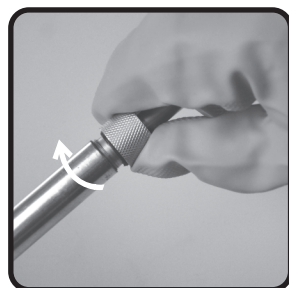

fig. 08
5. Retirar a porca da haste girando no sentido anti-horário, conforme fig. 08.